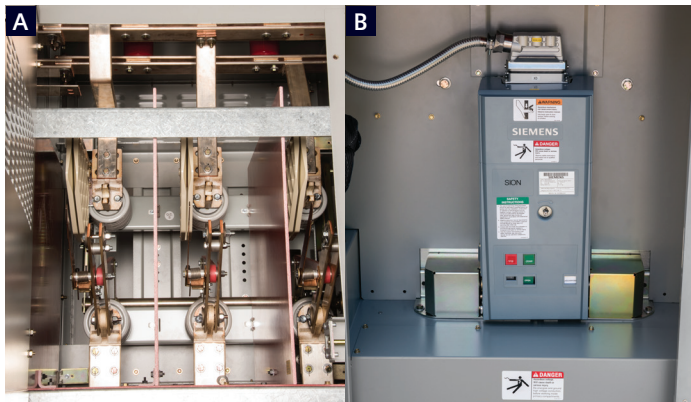
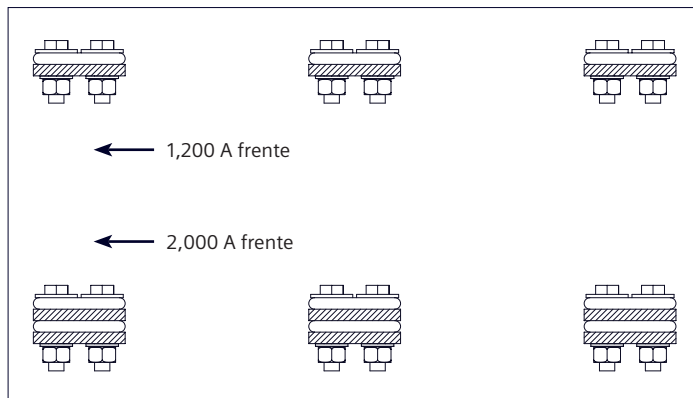
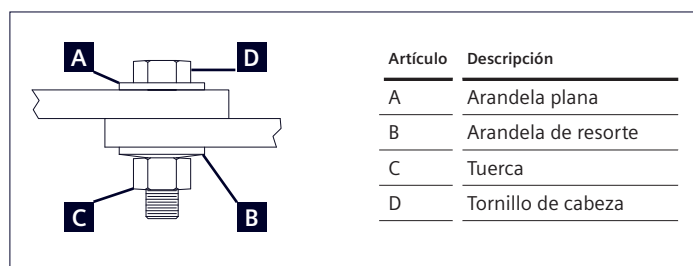
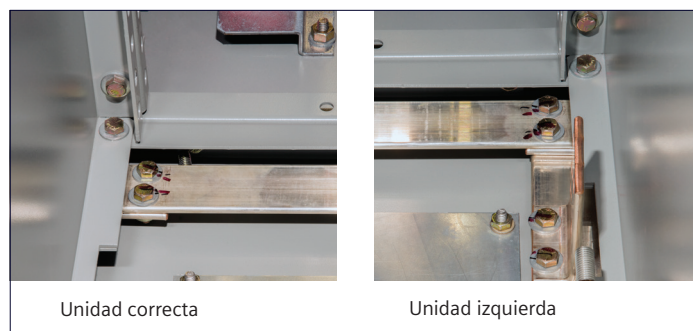

Figura 14: Acceso al bus principal
Figura 15: Configuraciones principales de conexión de la junta del bus
Figura 16: Configuraciones principales de conexión de la junta del bus
Figura 17: Conexión del bus de tierra en grupos de envío
Cuando se divide una línea de aparellaje para fines de envío, se deben realizar las conexiones de bus horizontal (bus principal) y bus de tierra entre grupos de envío al instalar el equipo. Estas conexiones atornilladas son relativamente sencillas de realizar. Consulte la Figura 15: Configuraciones de conexión de la junta de bus principal para las posibles configuraciones de conexión de la junta de bus principal; Figura 14: Acceso al bus principal en la página 26, que ilustra cómo acceder al área principal de buses; la Figura 16 muestra un conjunto típico de buses; y la Figura 17 muestra los detalles de conexión del bus de tierra.
6. Utilice los herrajes adecuados, como se muestra en la Figura 16. Una arandela plana pesada se utiliza debajo de la cabeza del tornillo de la tapa, y una arandela de resorte pesada se utiliza debajo de la tuerca. Estas arandelas aseguran una fuerza uniformemente distribuida alrededor de cada tornillo, produciendo una unión de baja resistencia. El valor de torque adecuado produce una unión de presión adecuada sin flujo frío.
7. Ensamble todas las uniones como se muestra en la Figura 15: Configuraciones principales de conexión de la junta del bus. Instalar todos los herrajes de la misma forma en que fueron instalados de fábrica las conexiones del bus. Los herrajes deben estar alineados correctamente o las botas de aislamiento moldeadas (si se proporcionan) pueden no caber sobre las juntas.
10. Conecte el bus de tierra (ver Figura 17: Conexión de bus terrestre en el envío dividido en la página 27). Inserte la barra de empalme a través de la pared lateral entre los grupos de envío para conectar las barras de tierra en los cubículos adyacentes.
El bastidor de cada sección para el aparellaje debe estar conectado a tierra eléctricamente. Esta conexión debe realizarse antes de realizar conexiones de alimentación. Se incorpora un bus de tierra común en todas las secciones para poner a tierra el equipo durante la instalación. El bus de tierra que se extiende a través del aparellaje es accesible en el área posterior de cada sección, como se ve en la Figura 17: Conexión del bus de tierra en grupos de envío en la página 27 o en el área frontal de cada sección para el aparellaje de acceso frontal solamente. Los circuitos de control e instrumentación están conectados a tierra a la caja. Esta conexión se puede quitar temporalmente para propósitos de prueba, pero se debe volver a conectar antes de que el aparellaje se ponga en funcionamiento.